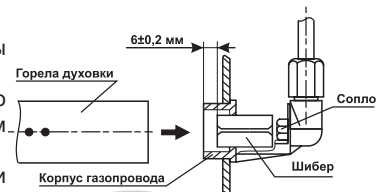

Рис.18
**Установка шибера для работы на другом виде газа (рис.18, 18а)**
- удалите шибер из корпуса газопровода (рис. 18а);
Рис.18а